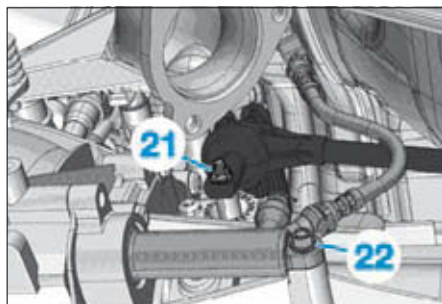

FIG. 20
- Déposer la vis (21) du cylindre récepteur d'embrayage et attacher ce dernier (Fig.20).
- Déposer la vis (22) de l'arbre de commande.